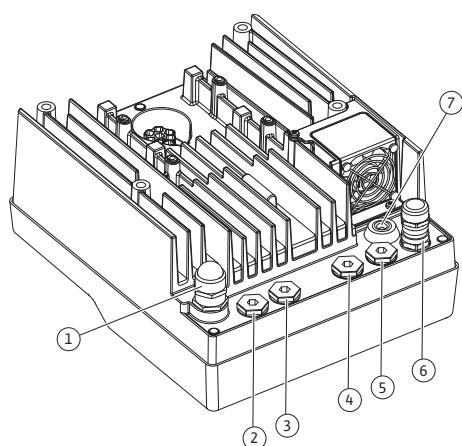
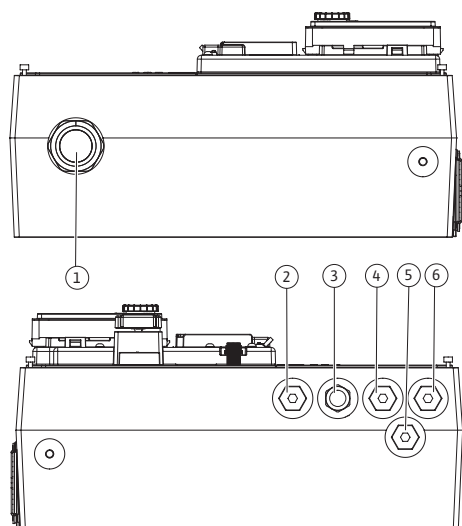

Fig. 21: Prensaestopas/pasamuros (0,37 kW ... 7,5 kW)
Fig. 22: Prensaestopas/pasamuros (11 kW ... 22 kW)
En el módulo electrónico (Fig. 21) hay seis pasamuros al compartimento de bornes. El cable para el suministro eléctrico del ventilador eléctrico viene montado de fábrica en el módulo electrónico.
En el módulo electrónico (Fig. 22) hay seis pasamuros al compartimento de bornes en un lado. En el otro lado se encuentra el pasamuros para el suministro eléctrico.
Los prensaestopas, incluidas las juntas para los pasamuros 2 ... 5 (Fig. 21 y Fig. 22) se incluyen como kit de montaje con el producto.
4. Guíe el cable de conexión por el prensaestopas M25 (Fig. 21, Pos. 1, para 0,37 kW ... 7,5 kW).
Guíe el cable de conexión por el prensaestopas M40 (Fig. 22, Pos. 4, para 11 kW ... 22 kW).